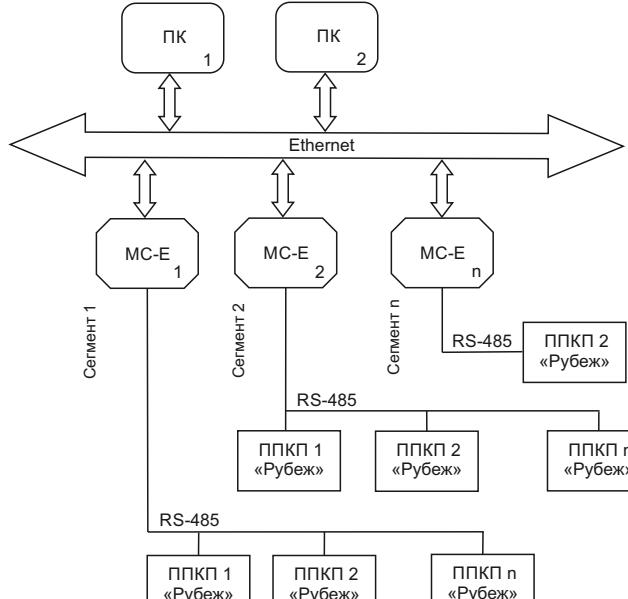

Рисунок 1
- максимальное количество ПК, используемых для одновременного мониторинга системы, не более двух (Рисунок 1).